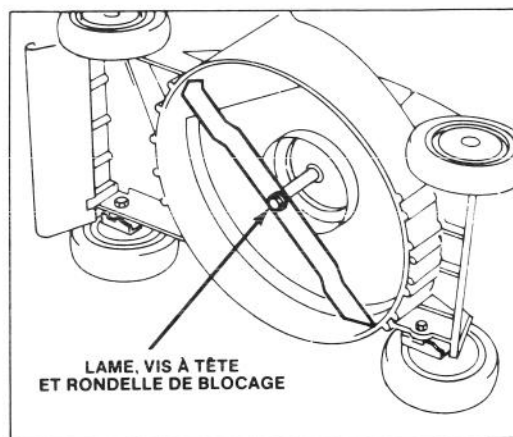

Figure 13
2. Inclinez la tondeuse sur le côté gauche (Fig. 13).
3. Inclinez la tondeuse sur le côté gauche (Fig. 13).
5. **RETRAIT DE LA LAME** — Saisissez l'extrémité de la lame en vous servant d'un chiffon ou d'un gant bien rembourré. Enlevez la vis à tête, la rondelle de blocage et la lame (Fig. 13).